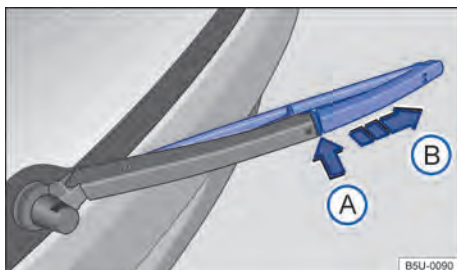

Fig. 183 Substituir a palheta do limpador do vidro traseiro.
- Manter o botão de destravamento → Fig. 183 ① pressionado.
- Retirar a palheta do limpador do vidro traseiro no sentido da seta ②.